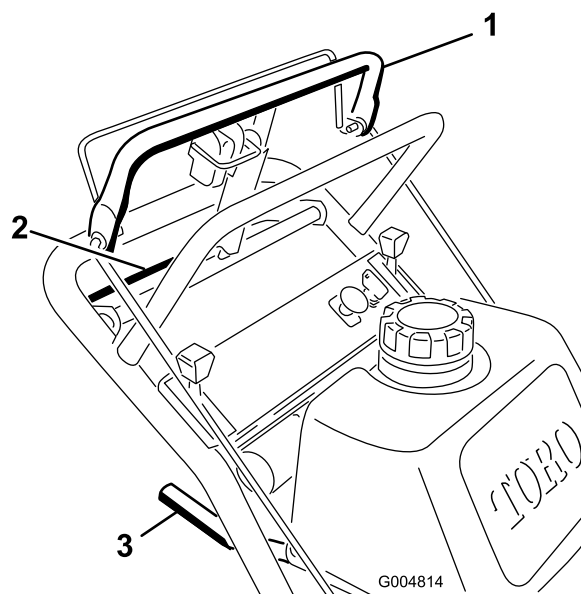

Figure 10
1. Pour vous déplacer en marche avant, sélectionnez une vitesse en marche avant (Figure 10).
3. Appuyez lentement sur la barre de commande supérieure pour avancer (Figure 10).
Pour vous déplacer en ligne droite, appliquez une pression égale aux deux extrémités de la barre de commande supérieure (Figure 10).
Pour tourner, relâchez la pression sur le côté de la barre de commande supérieure dans la direction que vous voulez prendre (Figure 10)
3. Rapprochez lentement la barre de commande inférieure de la poignée inférieure pour vous déplacer en marche arrière (Figure 10).